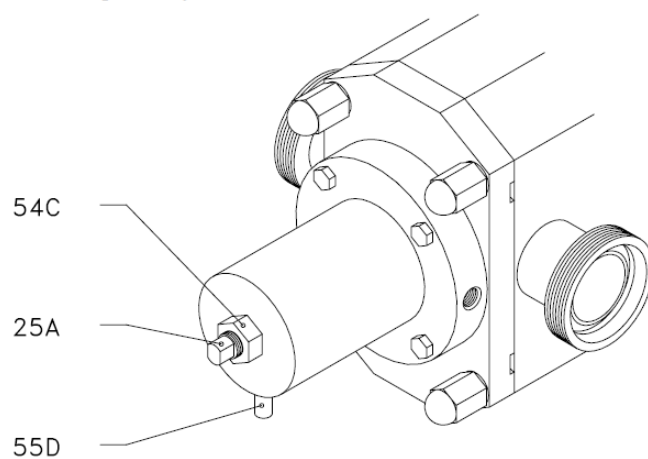

Рис. 5.1
- Если вы достигли желаемого уровня давления, затяните гайку (54C) (см.рис.5.1)